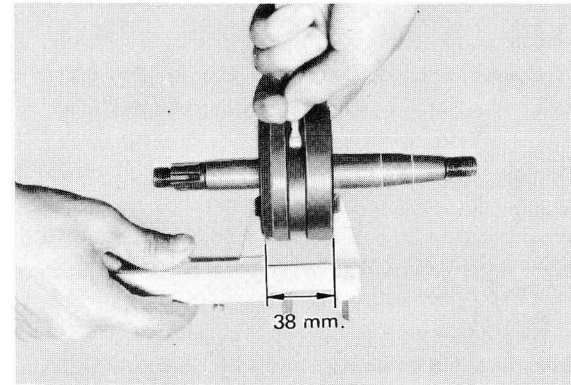

Fig. 2-17-5
2) Kontroll av vevlagrets axialspel (Fig. 2-17-5):
2) Kontrol af sideslør ved plejlstangens nederste ende. (Fig. 2-17-5) Hold plejlstangen på den ene side og anbring en afstandssøger mellem plejlstangens nederste ende og krumtappen.